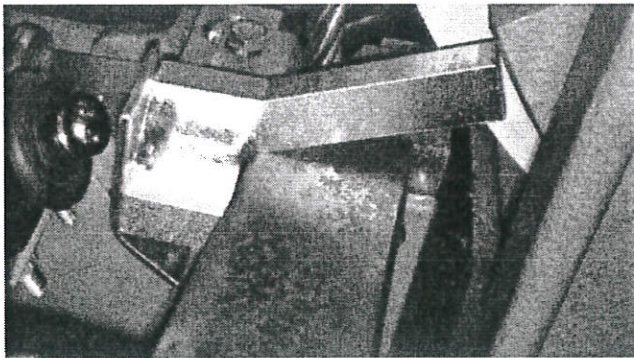
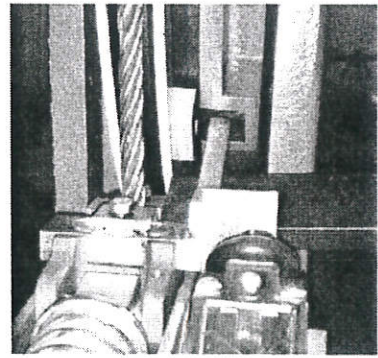

图 17
图 18
(1)使用活动扳手柄卡在如图 17 所示位置，用活动扳手柄向上撬起制动块使其与制动鼓凹槽接触，如图 18